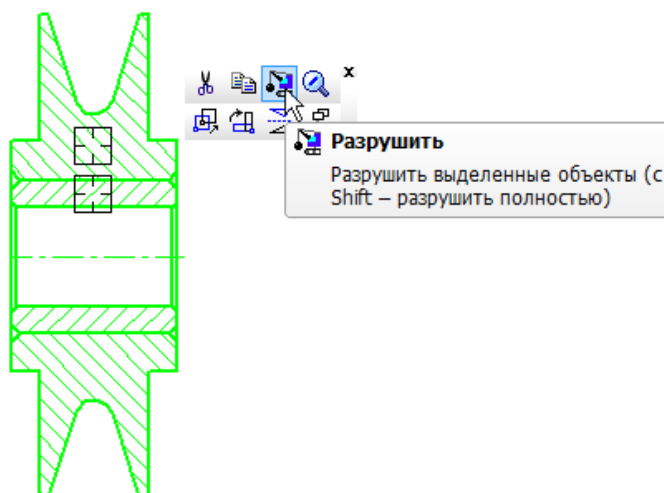

Рисунок 5.
- На Контекстной панели нажмите кнопку Разрушить (рис. 5).